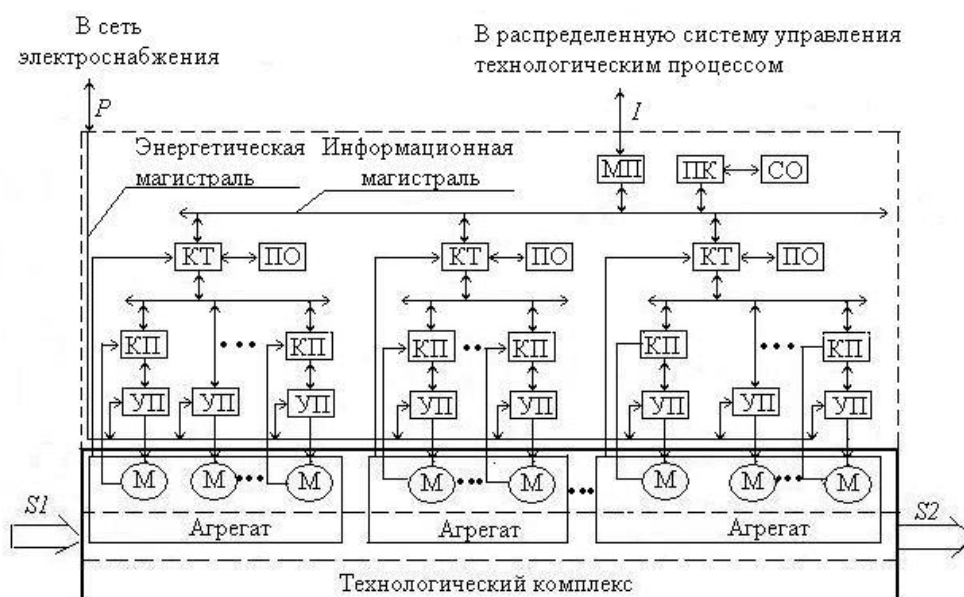

Рис. 2
**Вопрос 2.** Какова функция магистрального преобразователя МП в схеме автоматизированного технологического комплекса АТК (рис. 2)?